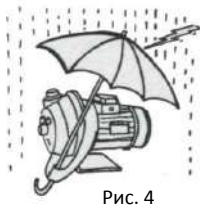

Рис. 4
- Установить насос в закрытом помещении (см. рис. 4).